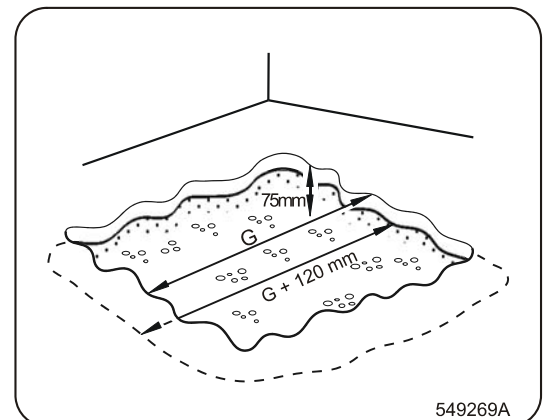

Fig. 12 Fast förankrade maskiner
- Ta bort det befintliga golvet till ett djup av ca 75mm / 2.95", se fig. 12. Det längsta måttet på hålets underdelen skall vara med 120 mm / 4.72" längre än måttet på hålets överdelen. „G”-måttet – se tabell 20.